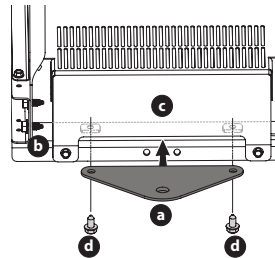

Figura 15
- Deslice la placa de enganche (a) entre el marco (b) y la cubierta trasera (c) de su jinete (Figura 15).
- Cuando los orificios de la placa de enganche (a) y del bastidor (b) estén alineados, instale los dos tornillos hexagonales (d) a través del bastidor (b) y en la placa de enganche (a) (Figura 15 para la transmisión Hydro Gear y Figura 15 para la transmisión Tuff Torq).
- Apriete firmemente los tornillos hexagonales (d) (Figura 15).